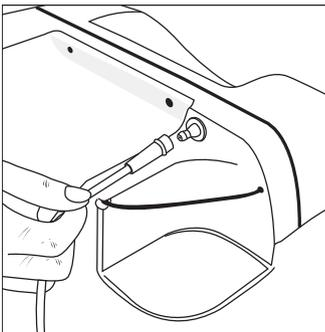
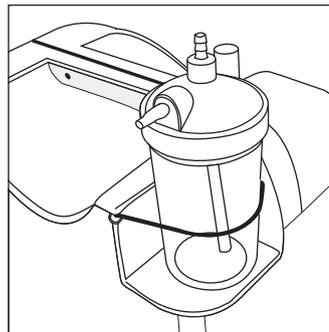

Figura 3
Figura 4
① Si no está usando un humidificador, conecte su cannal nasal a un puerto de salida de oxígeno, como se muestra en la Figura 3.
② Si está usando un humidificador, siga los pasos a continuación:
5. Monte el humidificador lleno en la correa en la parte superior del dispositivo, como se muestra en la Figura 4.